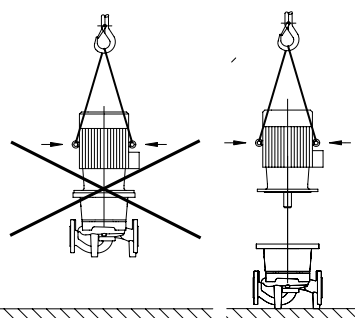

Рис. 35: Транспортировка электродвигателя
- Проушины для транспортировки на электродвигателе служат только для транспортировки электродвигателя, транспортировка всего насосного агрегата с их помощью недопустима (Рис. 35).